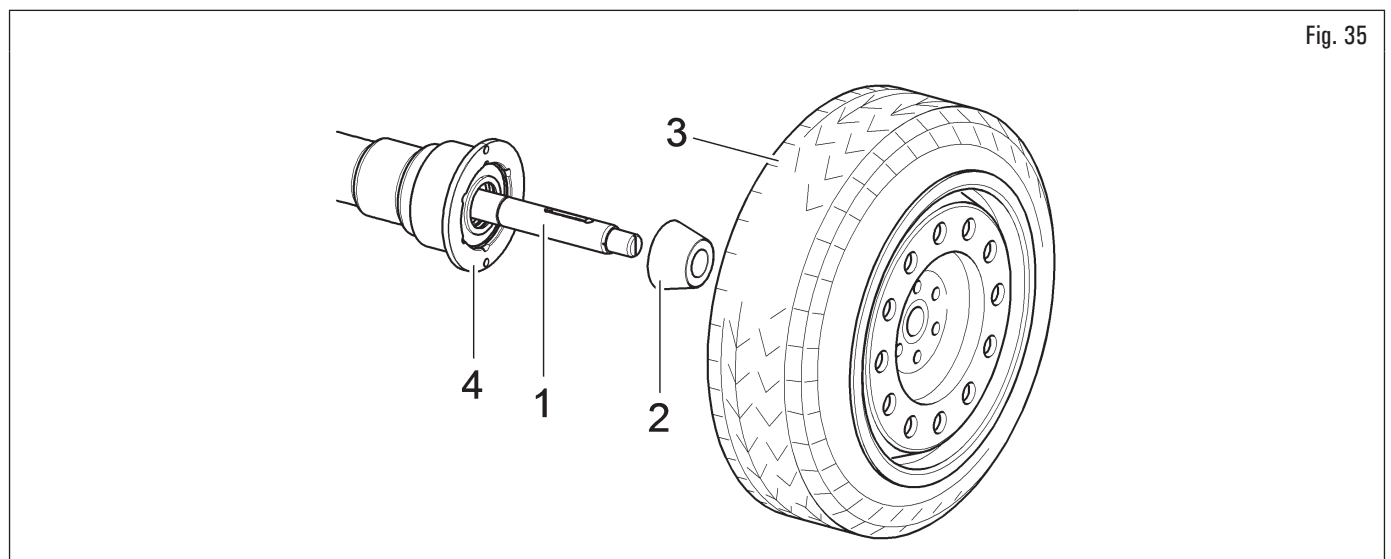

Fig. 35
2. libérer la roue (Fig. 35 réf. 3) de tout corps étranger : poids déjà existants, pierres et boue, et s'assurer que le mandrin (Fig. 35 réf. 1) et la zone de centrage de la jante soient propres, avant de monter et fixer la roue sur le mandrin ;
3. choisir attentivement le cône (Fig. 35 réf. 2) approprié à la roue à équilibrer. Le choix de ces accessoires est lié à la forme de la jante. Positionner la roue (Fig. 35 réf. 3), en montant le cône (Fig. 35 réf. 2) sur le mandrin (Fig. 35 réf. 1) avec attention (sans quoi, ce dernier risque de se gripper) jusqu'à ce qu'il butte contre le flasque d'appui (Fig. 35 réf. 4) ;